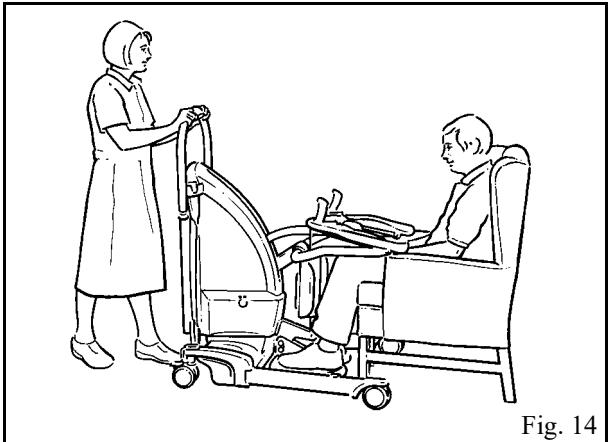

Fig. 14
4. **Para transferencias:** cuando el paciente esté listo, ayude o deje que este ponga el pie en el reposapiés por sí mismo, empujando el *Sara Plus* ligeramente hacia el paciente para facilitarle la operación. (Véase la fig. 14)